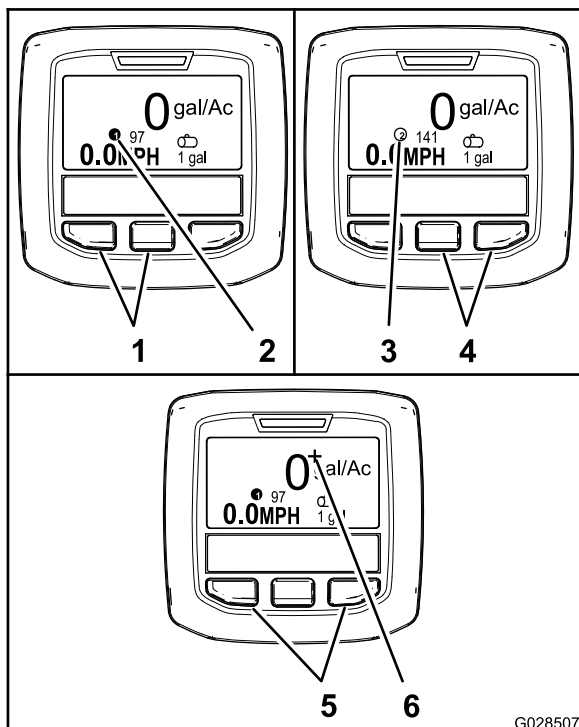

Figura 65
- Para selecionar a taxa de aplicação 1, pressione os dois botões esquerdos no InfoCenter (Figura 65).
**Nota:** Surge um ícone ❶.
- Para selecionar a taxa de aplicação 2 (taxa de aplicação), pressione os dois botões direitos (Figura 65).
**Nota:** Surge um ícone ❷.
- Para aplicar um aumento temporário da taxa de aplicação, mantenha premidos os dois botões exteriores (Figura 65).